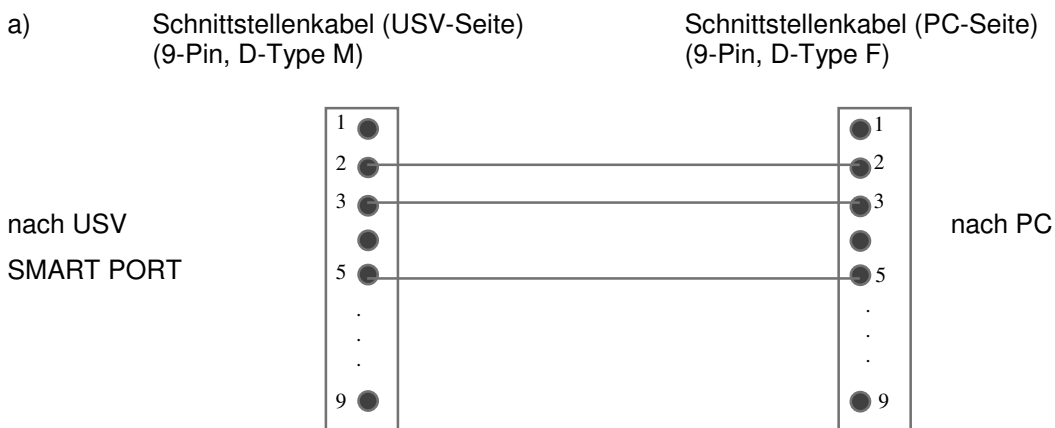

Fig. 3.8 Verbindungskabel - PC Serielle Schnittstelle 9-polig
Fig. 3.8 and 3.9 zeigen wie ein PC mit der USV verbunden wird.
- Fig. 3.8 wenn der PC eine 9-polige serielle Schnittstelle hat,